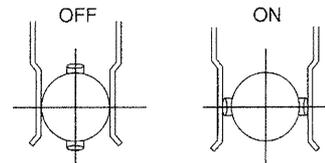

図5.2.3
- ・⑩インタミットメントギアの段数は通常は3段ですが、バルブのストロークが大きい場合には4段に組み込まれます。
- ・ロータの接点は、図5.2.3のように水平でON、垂直でOFFとなります。